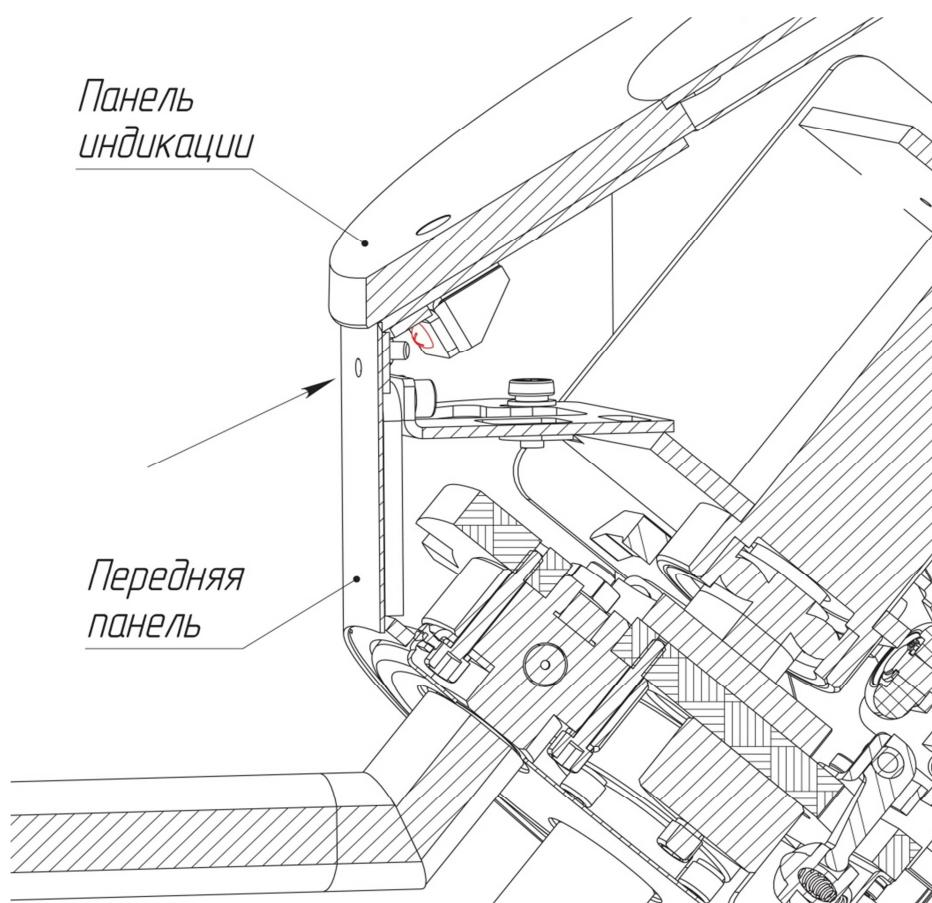

Рис. 3.
- выверните винт фиксации панели индикации с помощью крестовой отвертки (рис. 3);